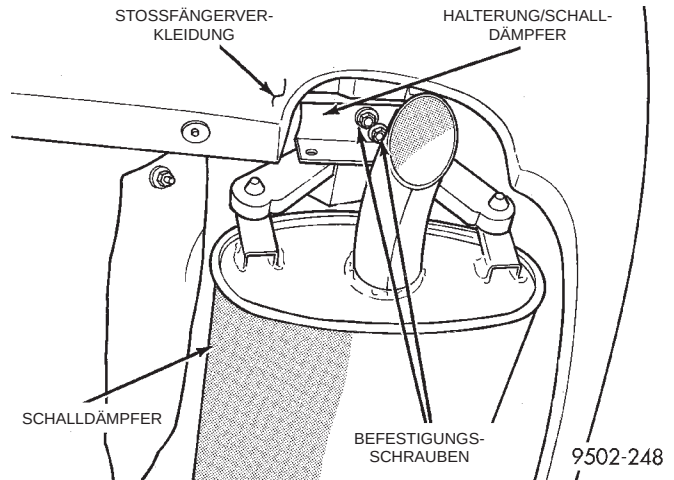
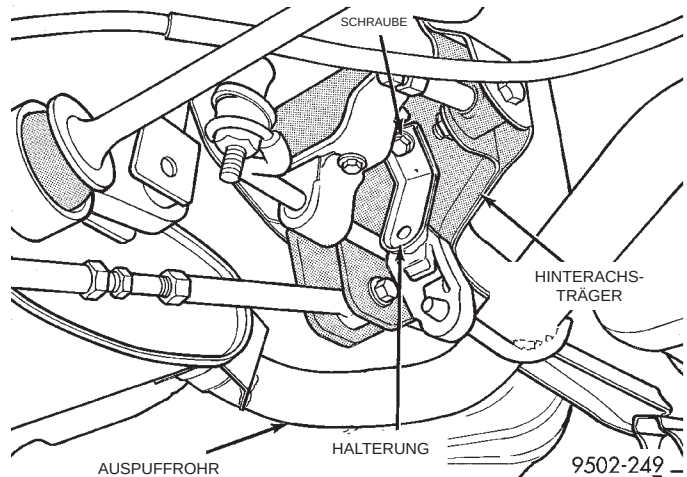

Abb. 22 Halterung des Schalldämpfers
Abb. 23 Halterung des Auspuffrohrs am Hinterachsträger
(4) Halterung des Schalldämpfers vom Längsträger abschrauben (Abb. 22).
(5) Hintere Halterung des Auspuffrohrs vom Hinterachsträger abschrauben (Abb. 23). Die Abgasanlage so weit wie möglich herunterhängen lassen.
(4) Gewindebolzen des Kugelgelenks im Hinterachsträger montieren. Kronenmutter aufschrauben und mit einem Anzugsmoment von 85 N·m (63 ft. lbs.) festziehen. Den Splint einbauen.
(5) Den Getriebewagenheber entfernen.
(6) Halterung des Schalldämpfers am Längsträger montieren (Abb. 22). Halterung des Auspuffrohrs am Hinterachsträger anschrauben (Abb. 23).